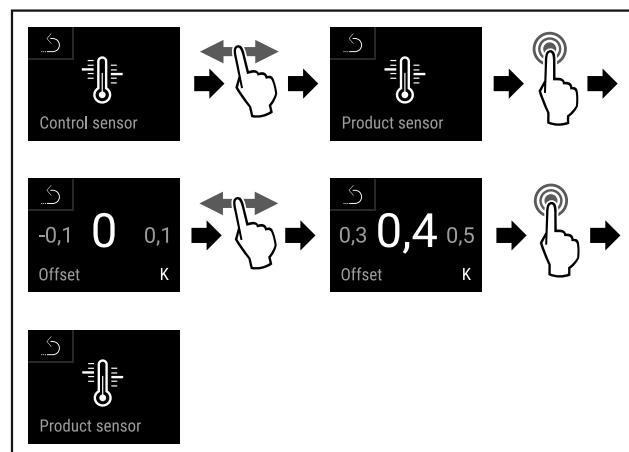

Fig. 138
- Handlungsschritte (siehe Fig. 138) durchführen.